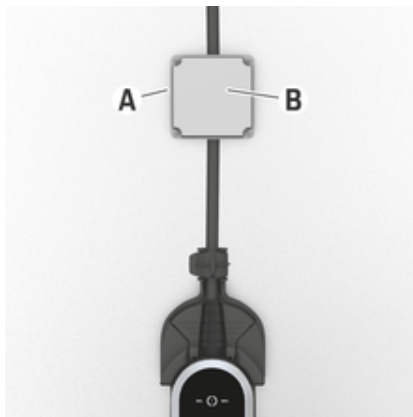

图 15 带盖的固定连接盒
9. 使用盖子 B（图 15）封闭固定连接盒 A（图 15），以避免错误操作。